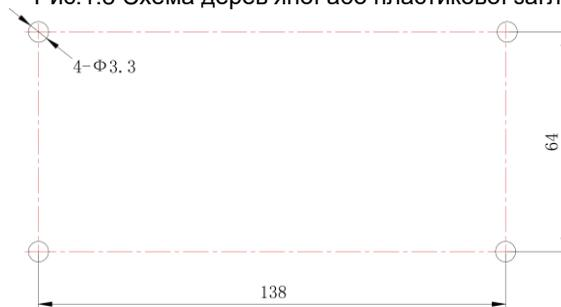

Рис. 1.9 Монтажні отвори задньої кришки електричної коробки
- 2) У випадку, якщо централізований контролер потрібно змонтувати всередині шафи керування, просвердліть 4 монтажні отвори на поверхні шафи керування відповідно до рис.1.9.
- (4) На кроці 1 витягніть жили кабеля живлення та кабеля зв'язку, а потім проведіть їх окремо від дротового отвору задньої кришки електричної коробки. Ніколи не проводите дроти через один отвір.
- (5) На кроці 2 прикріпіть задню кришку електричної коробки до монтажних отворів стіни за допомогою гвинта ST4.2×16 FA.
- (6) У кроці 6 витягніть дріт, що з'єднує сенсорний екран і задню кришку контролера. Покладіть сенсорний екран у безпечне місце.
- (7) На кроці 7 під'єднайте дроти зв'язку до клем G1, G2, а нейтральний та дріт під напругою – до клем N, L; підключіть дріт заземлення до позиції ⊕ на задній кришці електричної коробки. Закріпіть його гвинтом M4×12.
- (8) На кроці 8 розташуйте задню кришку контролера на задній кришці електричної коробки за допомогою гвинта ST4.2×9.5 TC.
- (9) На кроці 9 підключіть дріт між сенсорним екраном і задньою кришкою контролера.